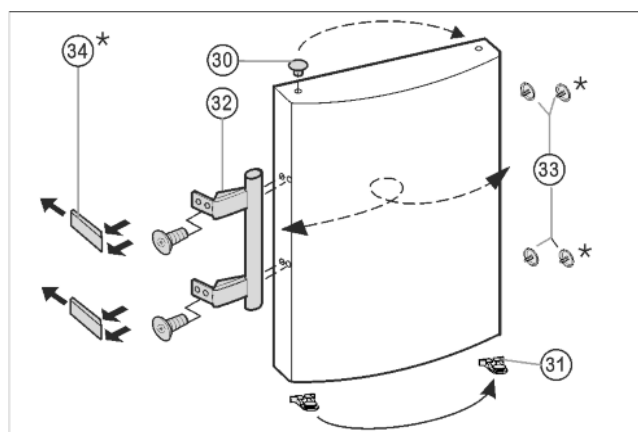

Fig. 7
- ▶ Scoateți dopul Fig. 7 (33) din bucșa suport a ușii și fixați-l pe latura opusă.
- ▶ Demontați mânerul ușii Fig. 7 (32), dopurile Fig. 7 (33) și plăcile de presare Fig. 7 (34) și instalați-le pe partea opusă.